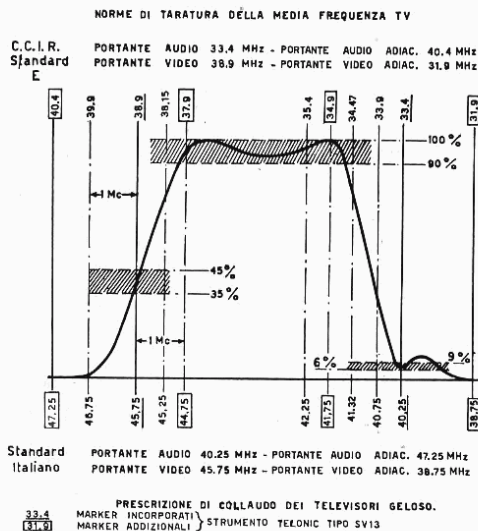

Fig. 2 A
- d) Applicare una tensione positiva di 4 Vdc al punto 1 (fig. 2). Questa tensione si può applicare con un alimentatore esterno o, più semplicemente, collegando il punto 1 alla tensione di alimentazione di F.I. con una R = 10 KΩ (punto 3, fig. 2).
Il circuito di media frequenza (fig. 2) è del tipo a circuiti sfalsati, si inizia con la taratura del rivelatore (bobina L206) che deve essere accordata intorno ai 36 MHz. Con la regolazione successiva delle bobine L205 e L204 si ottengono i fianchi della curva di F.I. rispettivamente verso l'audio e verso il video. Completa la sezione a F.I. il doppio accordo costituito dalla bobina L701 (sul gruppo integrato) e dalla L202 (bobina di ingresso) della piastra F.I. Con queste due bobine si stabilisce la larghezza della curva e il giusto insellamento.
La curva di F.I. deve essere del tipo di fig. 2-A; a questo scopo è di determinante importanza che le trappole siano accordate alle ri-